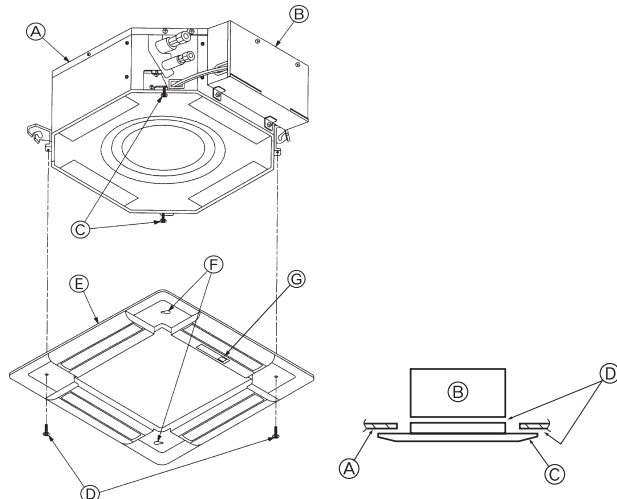

Fig. 5-6
5.3.2. Izgaranın geçici montajı (Fig. 5-6)